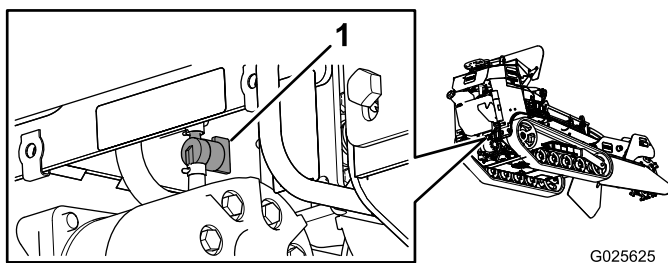

Figura 39
5. Gire la válvula de cierre del combustible (Figura 39) a la posición de Cerrado.